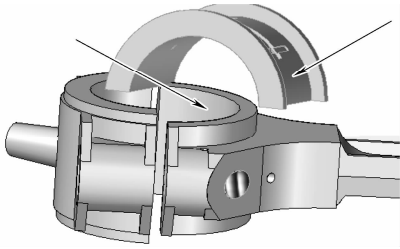
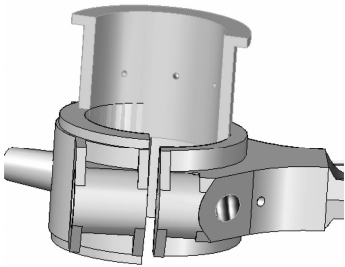

图 8-57 选取配合面
图 8-58 轴对齐装配
(2) 系统自动识别轴体零件的配合为 【轴对齐】，如果不是【轴对齐】，可以在下拉箭头中选取【轴对齐】，在上方的【装配】命令条中选择 【解除锁定旋转】按钮，单击如图 8-57 所示的位置进行【轴对齐】装配，装配后如图 8-58 所示。